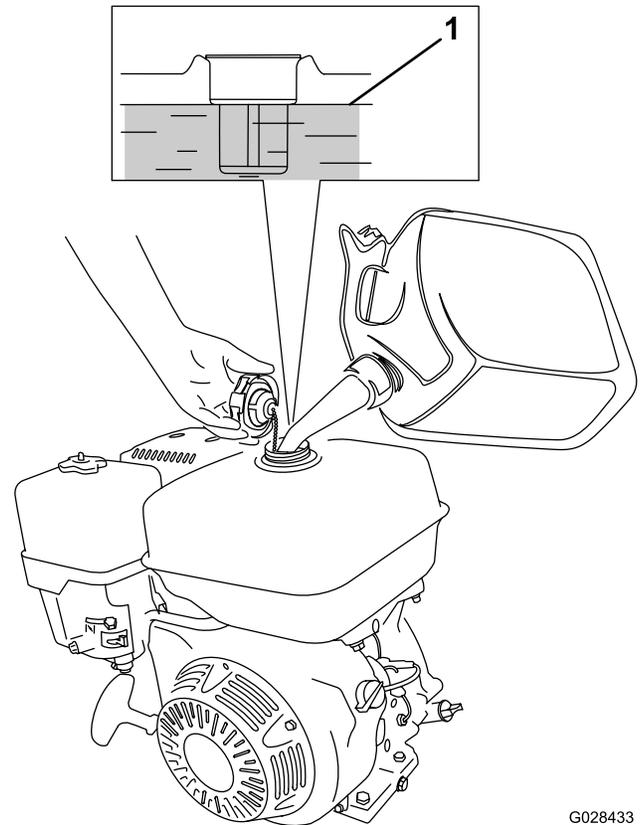

Figure 14
1. Nettoyez la surface autour du bouchon du réservoir de carburant et enlevez le bouchon (Figure 14). Remplissez le réservoir d'essence sans plomb (indice d'octane minimum 87 à la pompe) jusqu'à environ 25 mm en dessous du haut du réservoir pour permettre à l'essence de se dilater.